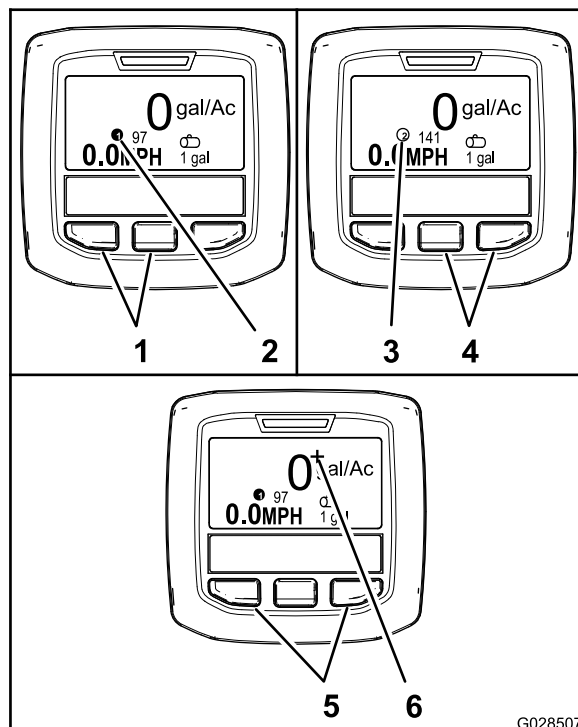

Рисунок 66
- Чтобы выбрать норму внесения 1, нажмите две кнопки слева на дисплее инфо-центра (Рисунок 66).
- Чтобы выбрать норму внесения 2 (норма внесения), нажмите две кнопки справа (Рисунок 66).
- Для кратковременного увеличения нормы внесения нажмите и удерживайте нажатыми 2 крайние кнопки (Рисунок 66).